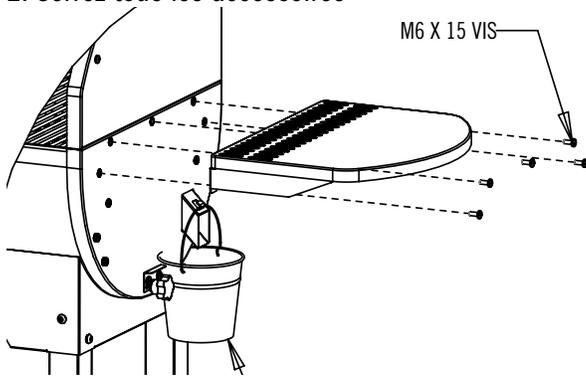

**FIG. 11**
1. Monter la support comme indiqué à la Fig. 11.